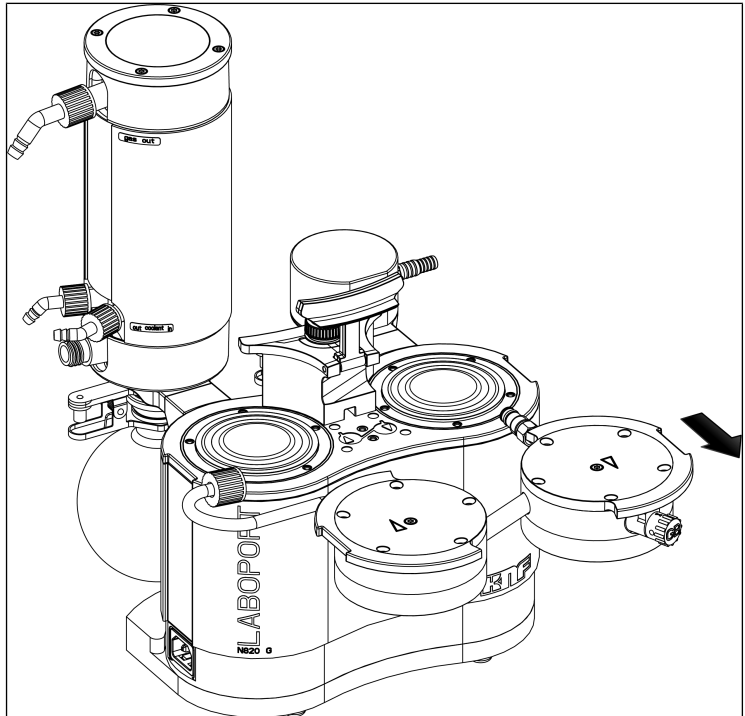

Abb.14: Pumpenköpfe abnehmen
3. Nehmen Sie die Pumpenköpfe vorsichtig zur Seite hin ab (siehe Abb. 14).